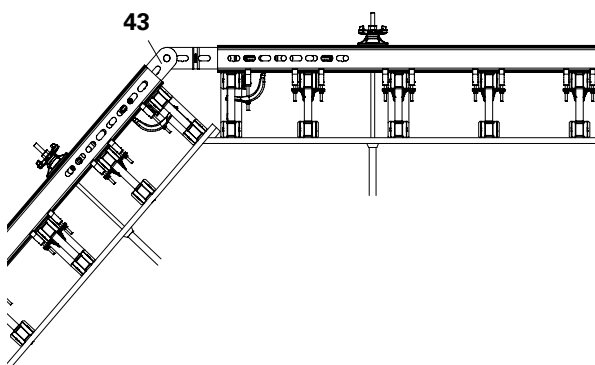

Fig. C2.02
- con grandi spessori di pareti, ad esempio nella costruzione di ponti (Fig. C2.02)